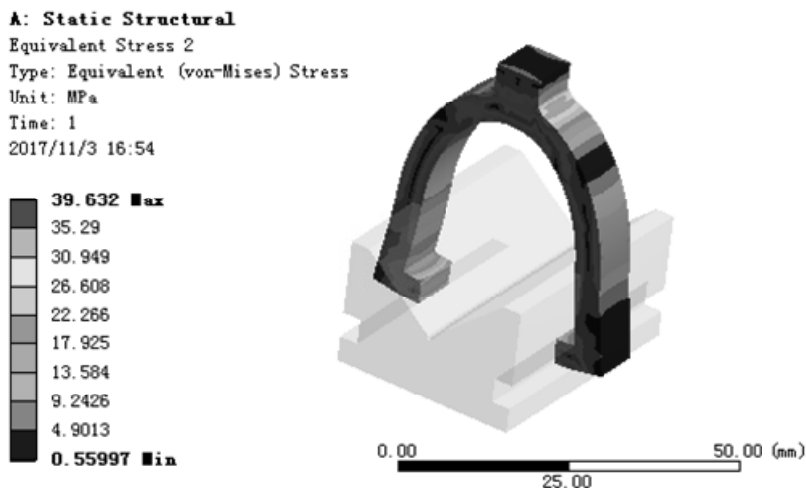

图 7.6.21 应力结果图解 (slider)
(4) 查看 slider 应力结果图解。在“Outline”窗口中选中  **Equivalent Stress 2**，查看图 7.6.21 所示的零件 slider 的应力结果，其最小应力为 0.55997MPa，最大应力为 39.632 MPa。